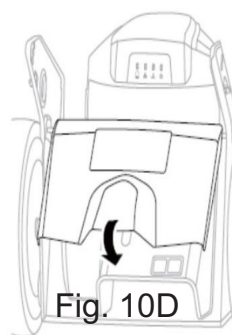

Fig. 10D
3. Abaissez le couvercle arrière. (Fig. 10D)